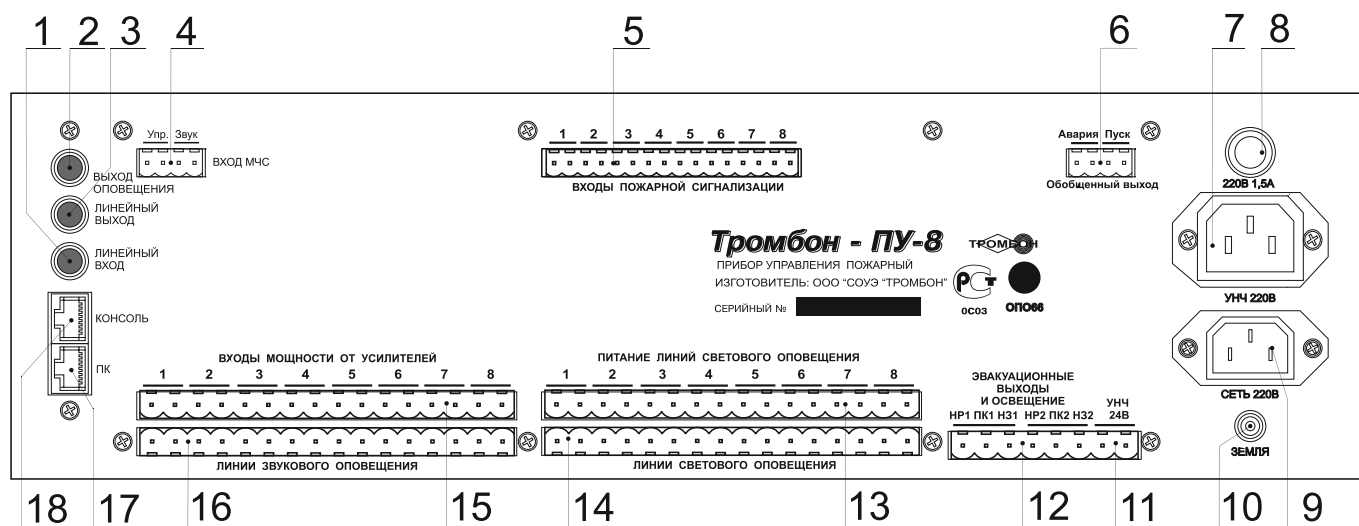

Рис. 2. Прибор управления «Тромбон - ПУ-8», вид со стороны задней панели.
Прибор «Тромбон – ПУ-8» имеет 8 входов пожарной сигнализации (рис. 2, поз. 5) для подключения к выходам ППКП (Прибора Приемного Контрольного Пожарного). Выходы ППКП могут быть релейным или типа «открытый коллектор».
5.1.2. Цифровое подключение к сопряженной комплексной системе безопасности через последовательный порт «ПК» с интерфейсом RS485 (рис. 2 поз. 17). Подключение выполняется кабелем «Витая пара». Назначение контактов последовательного порта «ПК» приведено в Приложении 3.
Прибор имеет специальный «ВХОД МЧС» (рис. 2, поз. 4). Вход предназначен для стыковки с блоком централизованного запуска системы оповещения МЧС (БЦЗ системы П-166 или аналогичными). Вход выполнен в виде 4-х контактного разъема. Контакты «Упр.» данного разъема – это логический вход управления Прибора (реагирующий на замыкание контактов), а контакты «Звук» - вход звукового сигнала с уровнем 0 дБ (уровень 0,775В).
Для подключения удаленных консолей предназначен специальный порт «КОНСОЛЬ» (рис. 2, поз. 18). Порт выполнен в виде 8 - контактного разъема типа RG45. К нему можно подключать только адресные удаленные консоли типа «Тромбон – УК-М». Консоли необходимо подключать кабелем «витая пара».
- Разъем «ЛИНЕЙНЫЙ ВХОД» (рис. 2, поз. 1) предназначен для подключения к Прибору источника музыкальных программ. Вход стереофонический, используется только в режиме звукового вещания. Максимальное входное напряжение сигнала на данном входе – 250 МВ.
- Разъем «ВЫХОД ОПОВЕЩЕНИЯ» (рис. 2, поз. 2) предназначен для подключения звуковых сигналов от Прибора к входу «Оповещения» усилителя мощности. Сопротивление входа усилителя должно быть не менее 600 Ом. Максимальное напряжение звукового сигнала на данном выходе Прибора – не более 250 мВ. Схема подключения к усилителю мощности приведена в Приложении 6.
- Разъем «ЛИНЕЙНЫЙ ВЫХОД» (рис. 2, поз. 3) предназначен для подключения стереофонических звуковых сигналов от Прибора к входам усилителей мощности. Выход используется при необходимости реализации на объекте стереофонического вещания, например, для озвучивания кафе. Напряжение звукового сигнала на данном выходе не более 250 мВ.
- Разъем «ЛИНИИ ЗВУКОВОГО ОПОВЕЩЕНИЯ» (рис. 2, поз. 16) предназначен для подключения линий связи со звуковыми оповещателями. Всего Прибор имеет выходы для подключения восьми линий связи со звуковыми оповещателями с обеспечением контроля исправности. Контроль исправности может быть отключен программно. Схема подключения линий звукового оповещения к Прибору управления «Тромбон – ПУ-8» приведена в Приложении 6.
- Разъем «ВХОД МОЩНОСТИ ОТ УСИЛИТЕЛЕЙ» (рис. 2, поз.15) предназначен для подключения звуковых сигналов с выходов усилителей мощности. У Прибора имеется 8 независимых входов (по одному для каждой зоны). К данным входам Прибора допускается подключение усилителей мощности с выходными напряжениями от 15 до 240В, в зависимости от характеристик выбранных звуковых оповещателей. Прибор позволяет использовать для разных зон разные усилители, а также выходы усилителя с разными напряжениями. Схема подключения линий звукового оповещения и выходов усилителей мощности к Прибору управления «Тромбон – ПУ-8» приведена в Приложении 6.
- Разъем «ВХОД ПИТАНИЯ ЛИНИЙ СВЕТОВОГО ОПОВЕЩЕНИЯ» (рис. 2, поз. 13) предназначен для подключения источников питания световых оповещателей. В Приборе допускается использование для разных линий оповещения источников питания с разными напряжениями от 12В до 220В, в зависимости от выбранных типов световых оповещателей. Схема подключения источников питания и световых оповещателей к ПУ приведена в Приложении 7.
- Разъемы «Линии светового оповещения» (рис. 2, поз. 14) предназначен для подключения линий связи со световыми оповещателями. Прибор обеспечивает контроль исправности линий связи. Контроль исправности может быть отключен программно. Схема включения линий светового оповещения приведена в Приложении 7.
5.7. Подключение эвакуационного освещения и замков эвакуационных выходов выполняется через разъем «ЭВАКУАЦИОННЫЕ ВЫХОДЫ И ОСВЕЩЕНИЕ» (рис. 2, поз. 12).
5.8. Разъем «Обобщенный выход» «Авария» и «Пуск» (рис. 2, поз. 6). На данный разъем выведены контакты двух реле. Контакты реле «Авария» замыкаются при обнаружении в системе оповещения неисправностей. Контакты реле «Пуск» замыкаются в режимах «Тревога», «Экстренный запуск» или «Трансляция МЧС».
5.9. Клемма «ЗЕМЛЯ» (рис. 2, поз. 10) предназначена для подключения Прибора к контуру заземления здания.
5.10. Разъем «СЕТЬ 220В» (рис. 2, поз 9) предназначен для подключения Прибора к сети питания переменного тока 220В 50Гц.
5.11. Разъем «УНЧ 220В» (рис. 2, поз. 7) предназначен для подключения питания 220В на усилитель мощности. Напряжение на этом разъеме появляется при переходе Прибора из «Дежурного режима» в режимы «Тревога», «Экстренный запуск», «Трансляция МЧС», «Звуковое вещание» или «Звуковое вещание от удаленной консоли». В зависимости от мощности и количества усилителей в системе оповещения подключение питания к ним возможно двумя способами:
5.12. Подключение резервного питания 24В на усилитель мощности выполняется через разъем «Питание УНЧ 24В» (рис. 2, поз. 11). Контакты этого разъема замыкаются через реле при переходе Прибора из «Дежурного режима» в режимы «Тревога», «Экстренный запуск» или «Трансляция МЧС». Для режимов «Звуковое вещание» и «Звуковое вещание от удаленной консоли» использование источников резервного питания 24В не предусмотрено. Схема управления питанием одного усилителя мощности с одним блоком резервного питания приведена в Приложении 9. Схема управления питанием нескольких усилителей мощности с несколькими блоками резервного питания приведена в Приложении 10.
Звуковые сигналы, подаваемые на «ЛИНЕЙНЫЙ ВХОД» Прибора (рис. 2, поз 1), коммутируются на: «ВЫХОД ОПОВЕЩЕНИЯ» и «ЛИНЕЙНЫЙ ВЫХОД» (рис. 2, поз 2, 3).
Вход в режим «Трансляция МЧС» выполняется по команде, поступающей от БЦЗ, на вход управления МЧС Прибора (рис. 2, поз. 4). Команда представляет собой замыкание контактов «Упр.» на разьеме «ВХОД МЧС» на все время трансляции.